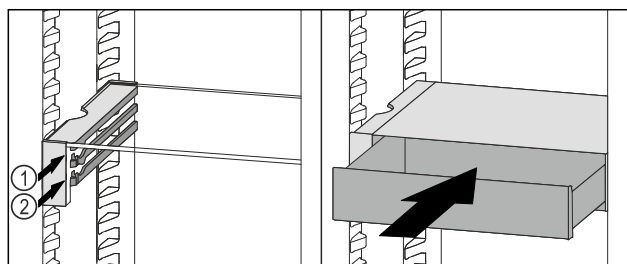

Fig. 129
- ▶ Nasadte zásuvku VarioSafe za zarážky na požadovaném žebro Fig. 129 (1) nebo Fig. 129 (2).